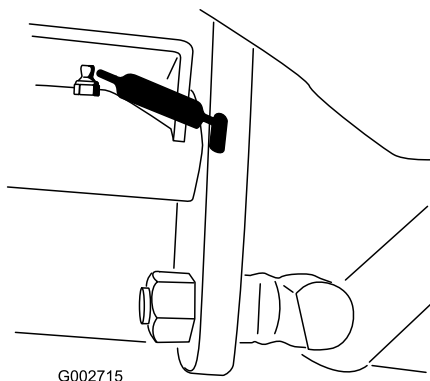

Рисунок 20
- 1 подшипник шарнира педали тяги (Рисунок 20)